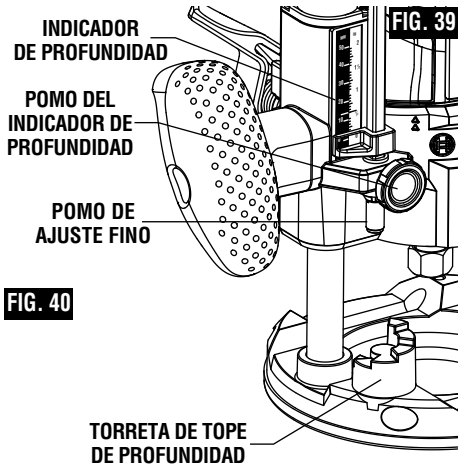

FIG. 40
2. Gire la torreta de tope de profundidad hasta que el escalón más bajo esté alineado con la varilla de profundidad. Afloje el pomo del indicador de profundidad y baje la varilla de profundidad hasta que entre en contacto con el escalón más bajo de la torreta. Deslice el indicador de profundidad hasta que la línea roja indique cero en la escala de profundidad, indicando el punto en el que la broca justo entra en contacto con la pieza de trabajo (Fig 40).